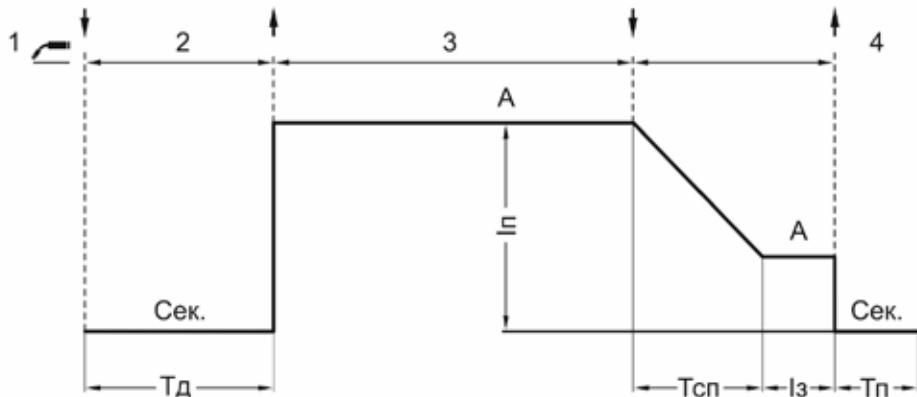

Рис. 7.2.2. Режим работы аппарата 4Т.
**Четырехтактный режим (4Т)** рекомендуется использовать при длине сварочных швов выше 200 мм (см. рис. 7.2.2).